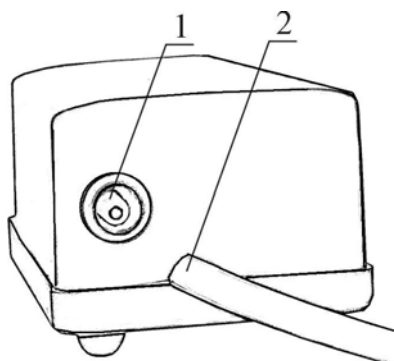

Рисунок 8. Микрокомпрессор
3.2.5 Подготовить к работе микрокомпрессор, присоединив к его выходному патрубку 1 (рисунок 8) соответствующий конец воздуховода (см. также рисунок 1). Подключить микрокомпрессор к питающей сети и убедиться в его работоспособности. Микрокомпрессор должен создавать такой воздушный поток, который был бы хорошо ощутим рукой, расположенной на расстоянии 4-5 см от выхода воздуховода.